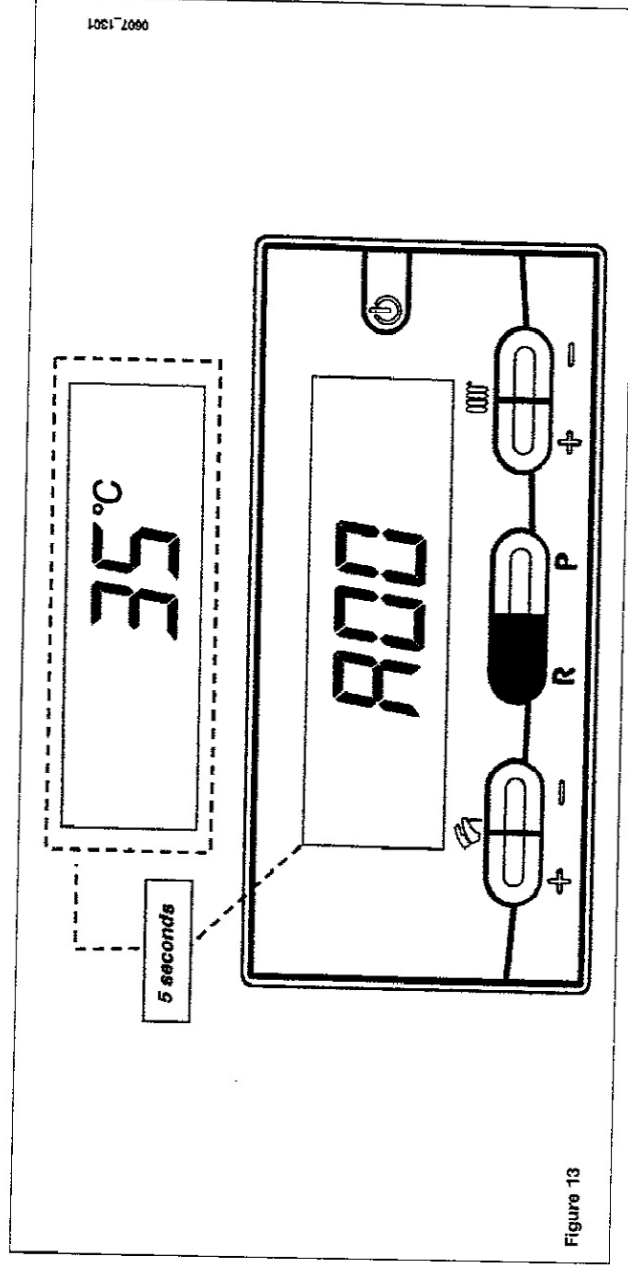

Figure 13
- Appuyer sur la touche  pendant au moins 6 secondes, jusqu'à ce que l'écran affiche "A00" (... "A07") en alternance avec la valeur (par ex. figure 13);